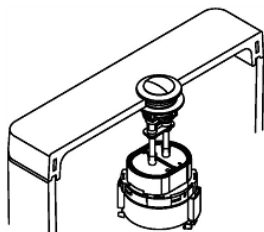

Рис. 9
7. Установите крышку бачка и проверьте работу кнопки слива (рис.9). Отрегулируйте высоту арматуры по мере необходимости.